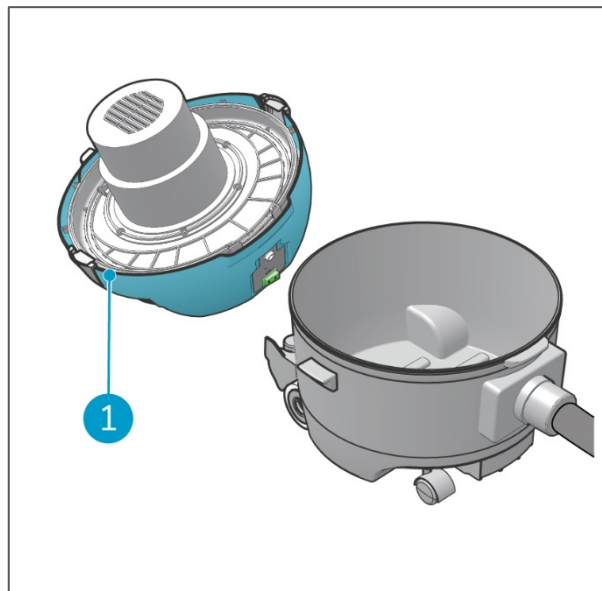

Abbildung 10
5. Legen Sie den Deckel auf eine ebene Fläche (Figure 10, Pos 1).